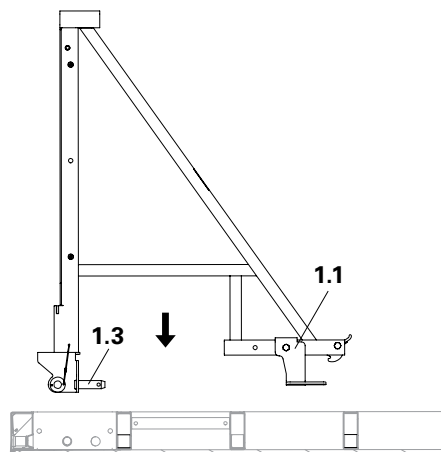

Fig. A11.02
2. Positionner les consoles MXK (1). (Fig. A11.02)